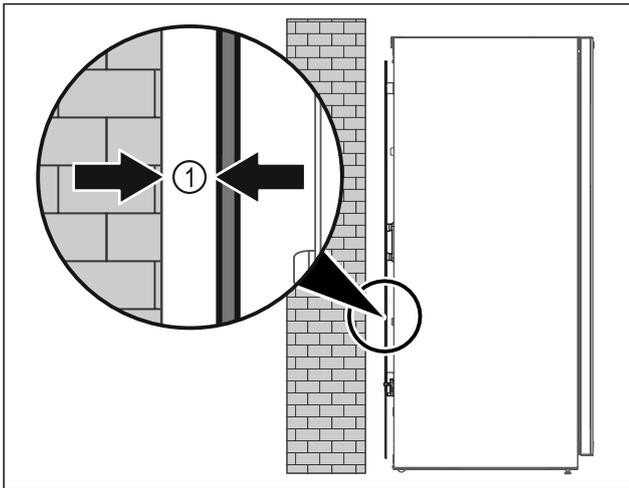

Fig. 4
- ▶ Установите устройство или свободно в помещении или прямо к стене на расстоянии 5 мм Fig. 4 (1).